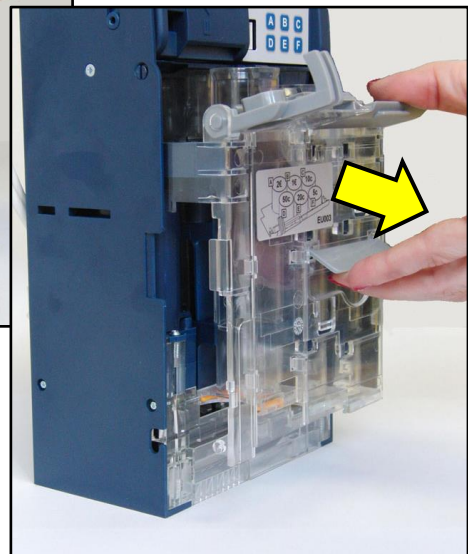

Fig.4C
4. Estrarre la cassetta mantenendola sollevata dalle slitte di espulsione (Fig.4C)